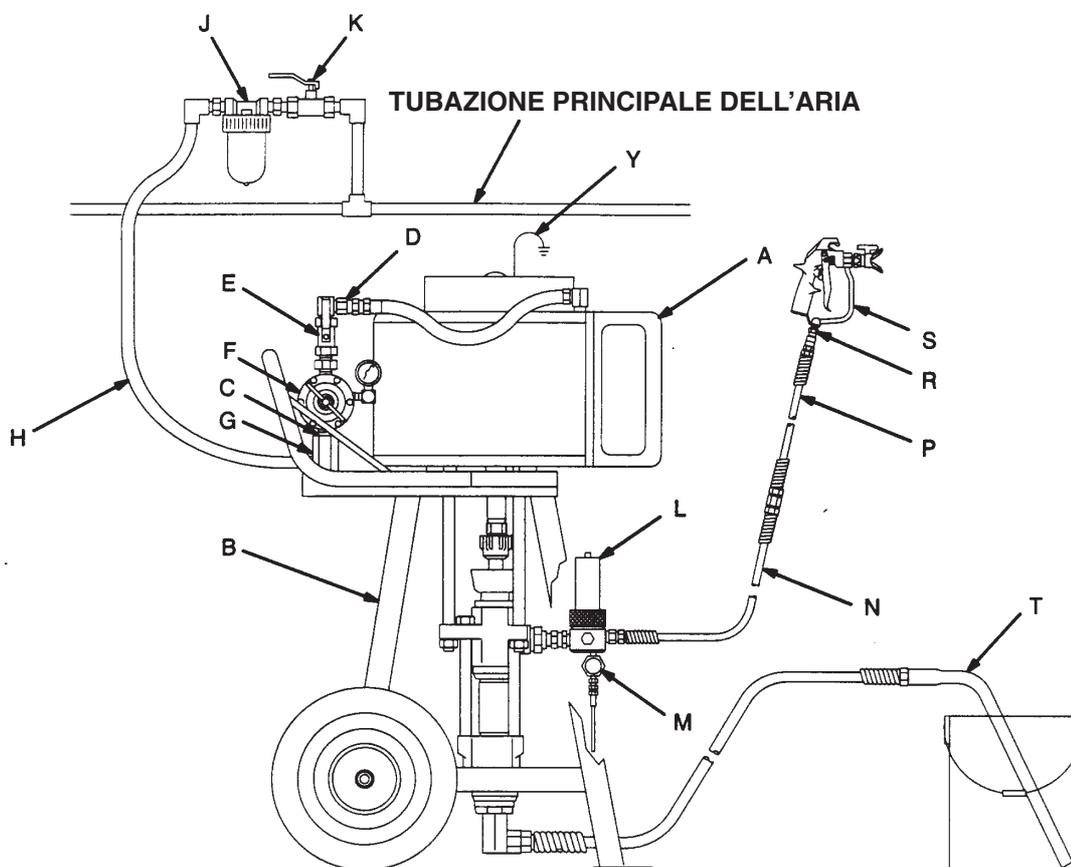

Fig. 2
La fig. 2 ha una finalità puramente orientativa per la scelta e l'installazione degli accessori e dei componenti dell'impianto. Per richiedere l'assistenza alla progettazione di un impianto atto alle Vostre specifiche esigenze, si prega contattare il rappresentante locale Graco o il servizio assistenza tecnica Graco (vedere ultima di copertina).
Montare la pompa (A) in modo idoneo al tipo d'installazione programmato. In fig. 2 è illustrato uno schema d'installazione a carrello. Le dimensioni della pompa e la disposizione dei fori di montaggio sono indicati a pag. 23. Se si utilizza un supporto a pavimento consultare l'apposito manuale per l'installazione ed il funzionamento.
Installare i seguenti accessori nella sequenza indicata nello schema d'installazione indicato in fig. 2 usando, all'occorrenza, i necessari adattatori:
- **Un filtro del fluido (L)** con elemento filtrante a rete da 60 mesh (250 micron) in acciaio inox, che trattiene le particelle dal fluido in uscita dalla pompa. Il filtro è completo di **valvola di scarico del fluido (M)**, necessaria per scaricare la pressione del fluido nel flessibile e nella pistola (vedere l'**AVVERTENZA** nella colonna di sinistra).
- **Una pistola (S)** per l'erogazione del fluido. Nello schema d'installazione di fig. 2 è raffigurata una pistola airless per fluidi di viscosità medio-bassa.
- **Un raccordo orientabile (R)** che consente alla pistola di muoversi liberamente.
- **Un kit di aspirazione (T)** che consente alla pompa di aspirare il fluido da secchi da 19 litri.
1. Fare riferimento allo schema d'installazione di fig. 2 a pag. 6. Collegare il kit d'aspirazione (T) all'attacco d'ingresso del fluido della pompa e mettere il tubo nell'alimentazione del fluido.
2. Accertarsi che il regolatore pneumatico (F) sia chiuso. Quindi aprire la valvola principale dell'aria del tipo a spurgo della pompa (E). Appoggiare saldamente una parte metallica della pistola (S) contro i fianchi d'un secchio metallico collegato a terra e tenere aperto il grilletto. A questo punto aprire lentamente il regolatore pneumatico sino a che la pompa non si avvia.
4. Se la pompa non si adescia regolarmente aprire la valvola di scarico (M). Agire sulla valvola di scarico come se fosse una valvola di adescamento fino a che il fluido non comincia a fuoriuscire dalla valvola. Cfr. fig. 2. Chiudere la valvola di scarico.
N.B. Quando vengono sostituiti i contenitori di fluido con il flessibile e la pistola già adescati, aprire la valvola di scarico (M) per coadiuvare l'adescamento della pompa e lo sfiato dell'aria prima che quest'ultima possa penetrare all'interno della pompa. Quanto tutta l'aria è stata eliminata richiudere la valvola di scarico.
7. Non far mai funzionare la pompa a secco. In caso di funzionamento senza fluido pompato la pompa aumenterebbe rapidamente di velocità, col rischio di subire danni. E' disponibile tra gli accessori una valvola di sovravelocità della pompa (C), che interrompe l'alimentazione dell'aria alla pompa in caso d'accelerazione eccessiva di quest'ultima. Vedere lo schema d'installazione di fig. 2 a pag. 6. Se la pompa accelera rapidamente o gira troppo velocemente occorre fermarla immediatamente e controllare l'alimentazione. Se il contenitore d'alimentazione è vuoto ed è stata pompata aria nell'impianto, riempire il contenitore e adescare la pompa e l'impianto col fluido, o fluire con un idoneo solvente senza scaricarlo. Accertarsi d'aver spurgato tutta l'aria dall'impianto.